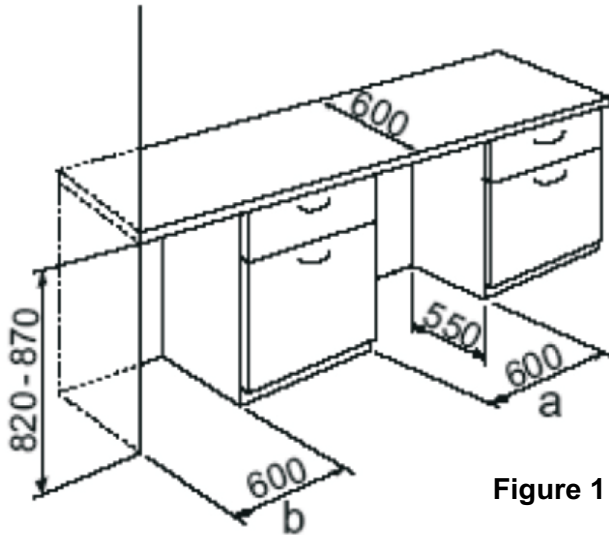

Figure 1
- Les dimensions de la niche doivent correspondre aux dimensions indiquées sur le schéma ci-dessous (figure 1)